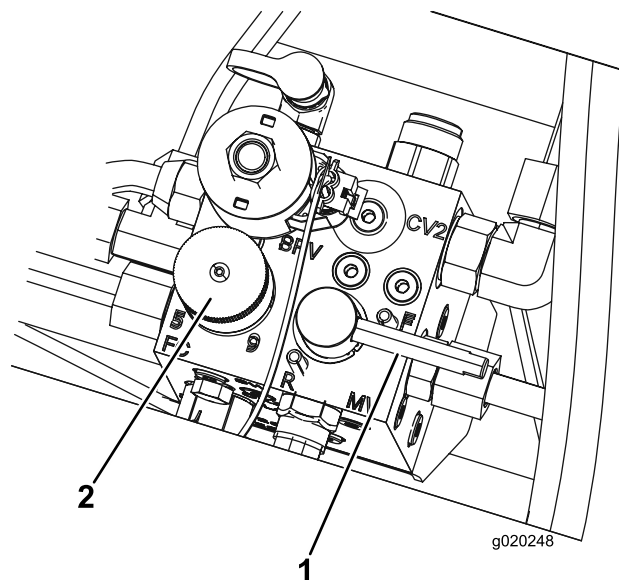

図 99
5. リール速度コントロールノブを 1 にセットする **図 99**。
6. バックラップレバーをR逆転位置にセットする **図 99**。